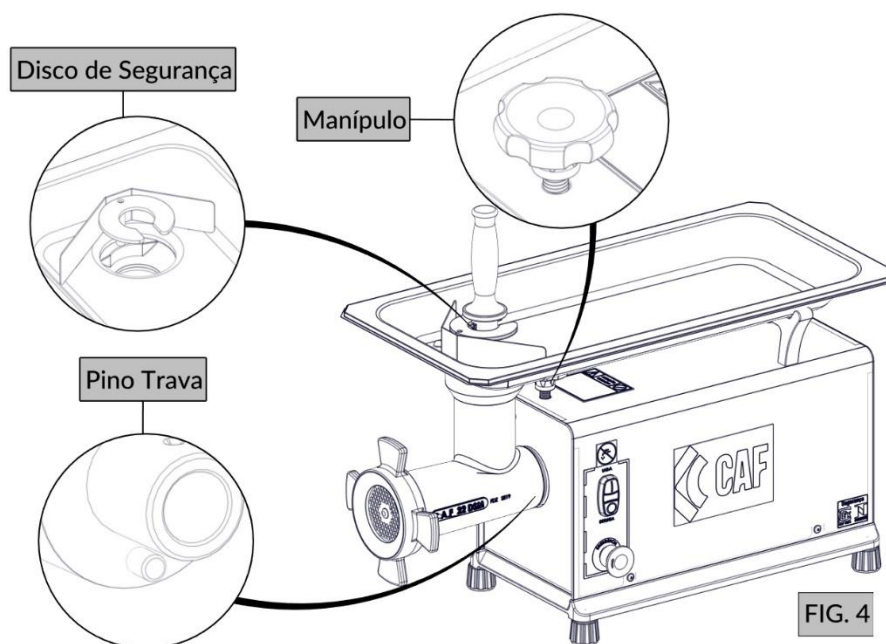

FIG. 4
3. Posicione a bandeja corretamente no sistema disco de segurança (FIG. 4);
- Sistema disco de segurança (FIG. 4) impede o acesso dos membros superiores na área de esmagamento da máquina.
- Manípulo (FIG. 4) impede que o bocal solte ou gire durante a operação.
- Pino Trava Bocal (FIG. 4) impede que o bocal gire durante a operação.
7. Solte o bocal (Item 4 - FIG. 6) pressionando-o lateralmente, como uma alavanca, conforme (FIG. 7). Ao montar novamente os itens, observe se o pino trava (FIG. 4) encaixou corretamente, pois o item é **IMPORTANTE PARA SEGURANÇA**.